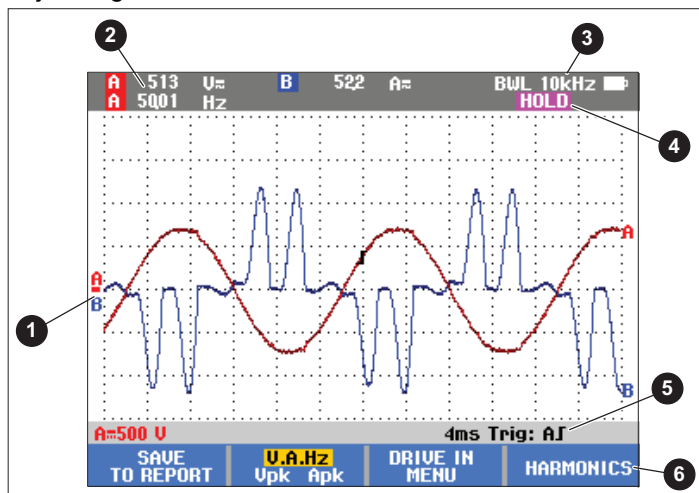

Figura 4. Tela de medição
O display mostra as formas de onda ❶, assim como as leituras de ❷ que correspondem à medição selecionada. Veja a Figura 4.